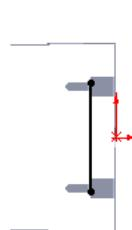
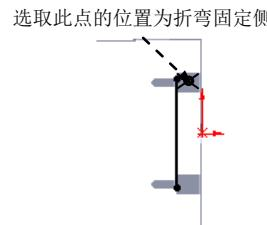

图 11.2.51 绘制的折弯线
图 11.2.52 固定侧的位置
② 定义折弯线草图。在草图环境中绘制图 11.2.51 所示的折弯线。
③ 选择下拉菜单 **插入(I)** → **退出草图** 命令，退出草图环境。此时系统弹出“绘制的折弯”对话框。
(3) 定义折弯固定侧。在图 11.2.52 所示的位置处单击，确定折弯固定侧。
(4) 定义钣金参数属性。在 **折弯参数(P)** 区域的 **文本框** 中输入折弯角度值 90.0，在 **折弯位置:** 区域中单击“折弯在外”按钮  。
(5) 单击  按钮，完成绘制的折弯 8 的创建。